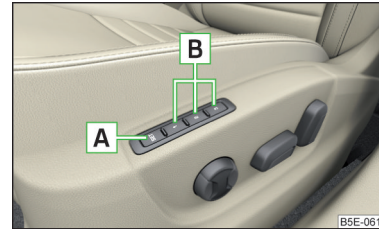

Abb. 83
Unter den Speichertasten **B** am Fahrersitz kann jeweils eine Einstellung der Fahrersitz- und Außenspiegelposition gespeichert werden » Abb. 83.
- ▶ Die Taste **SET A** » Abb. 83 drücken und anschließend innerhalb von 10 s die gewünschte Speichertaste **B** drücken. Das Speichern wird mit einem akustischen Signal bestätigt.
- ▶ Die Zündung einschalten und die gewünschte Speichertaste **B** » Abb. 83 drücken.